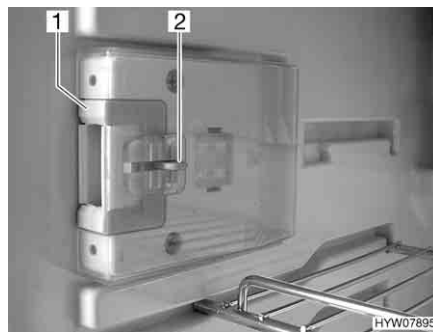
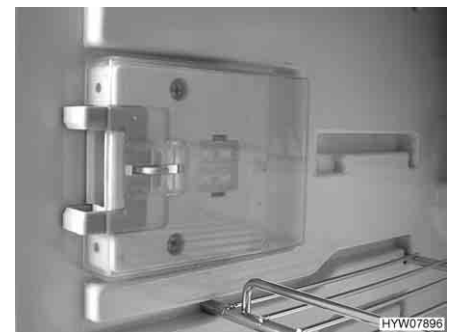

Bild 182 Låsanordning i normalläge
Bild 183 Låsanordning i ventilationsläge
■ Tryck in frigöringen (Bild 182,2).
■ Skjut låsanordningen (Bild 182,1) framåt (Bild 183).